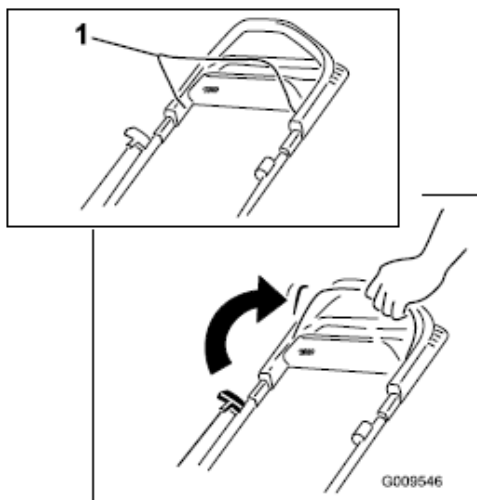

Figure 10
1. Dźwignię hamulca noża docisnąć do uchwyty i przytrzymać (Fig.10).